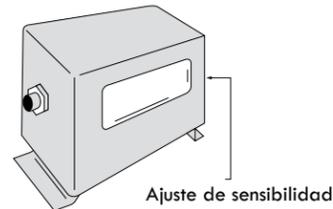

Figura A-47: Detalles del switch de vibración
- Presione el botón de reinicio para arrancar el pasador magnético. Asegúrese de que el pasador magnético ha sido iniciado, observe el pasador a través de la ventana del switch de vibración (ver Figura A-47).